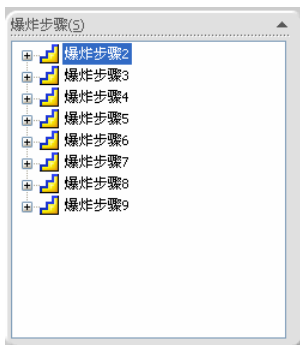
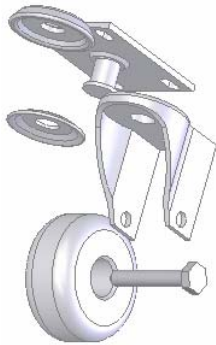

图 11-104 删除爆炸步骤后的操作步骤
图 11-105 删除爆炸步骤 1 后的视图
⑤ 删除爆炸步骤。在“爆炸步骤 1”的右键快捷菜单中单击“删除”选项，该爆炸步骤就会被删除，删除后的操作步骤如图 11-104 所示。零部件恢复爆炸前的配合状态，结果如图 11-105 所示。对照图 11-105 与图 11-100 所示的异同。